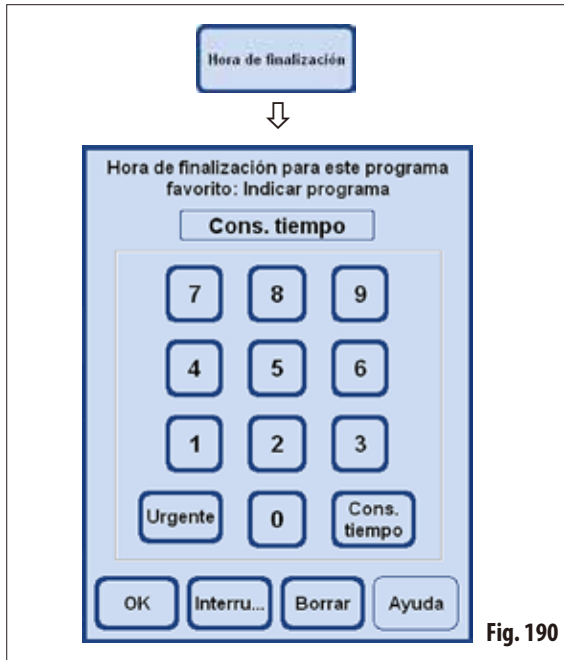

Fig. 190
- Pulsar la tecla **HORA DE FINALIZACIÓN** para acceder a la ventana para introducir la hora de finalización (fig. 190).